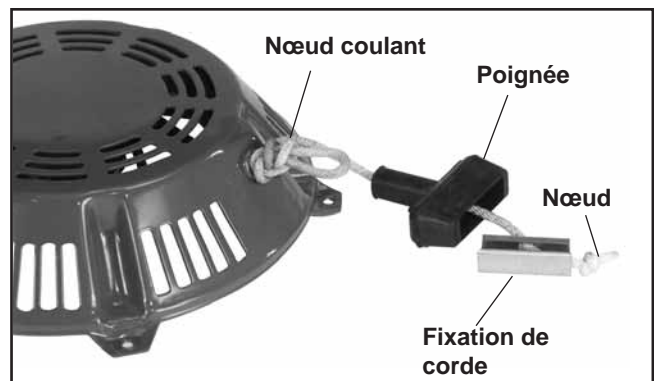

Figure 7-3. Dépose de la poignée du démarrateur.
2. Tirer la corde d'environ 12" et faire un nœud (coulant) provisoire afin de l'empêcher de se rétracter dans le démarrateur. Voir la figure 7-3.